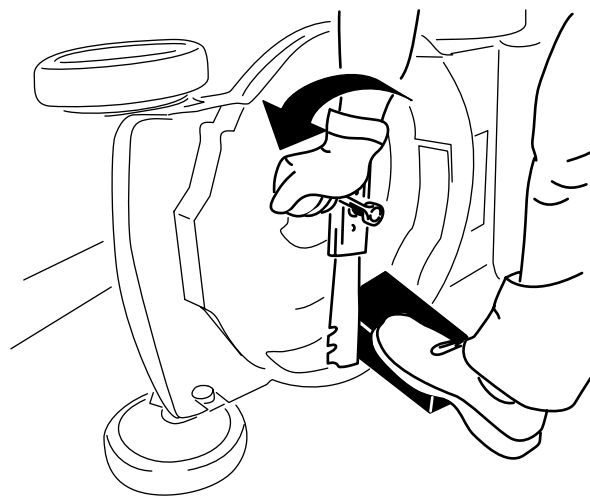

Рисунок 39
- Используйте деревянную подкладку для неподвижного удерживания ножа (Рисунок 39).
4. Снимите нож, сохранив все крепежные детали (Рисунок 39).